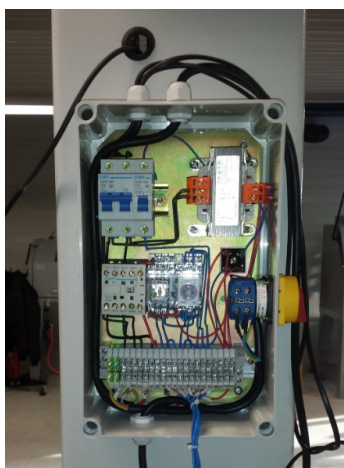

Fig.9
1. Plaats het bedieningspaneel (fig.9) tegen kolom A en zet de unit vast met de vier boutjes die bij de controle unit zitten.